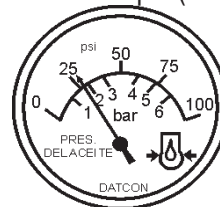

Figura 48. Medidor de presión de aceite
14. El medidor de presión del aceite (Figura 48) indicará la presión del aceite del motor (kg/cm²). Bajo condiciones normales de operación, la presión del aceite es de aproximadamente 28 ~71 psi (193 ~490 kPa).